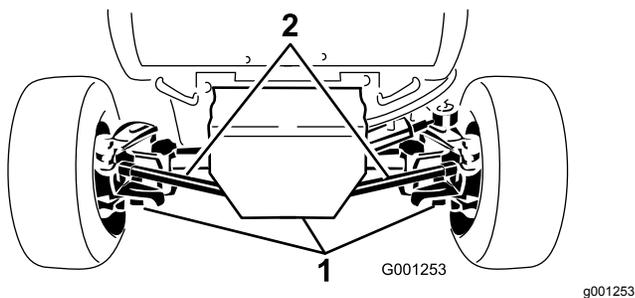

Figura 62
2. Pulite le aree attorno ai 3 tappi di spurgo (Figura 62).